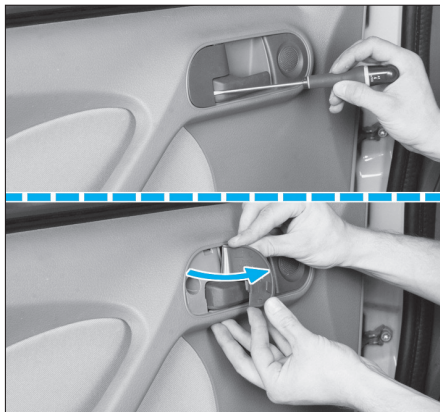
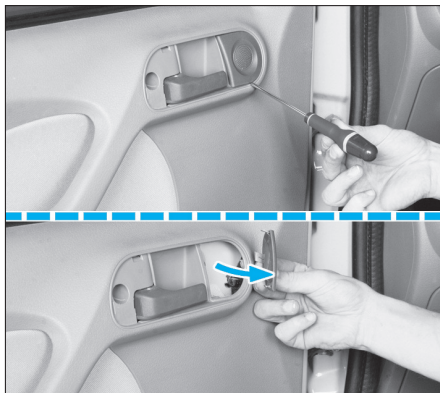

FIG. 43
FIG. 44
- Dégrafer avec précaution les enjoliveurs (Fig.43) et (Fig.44).